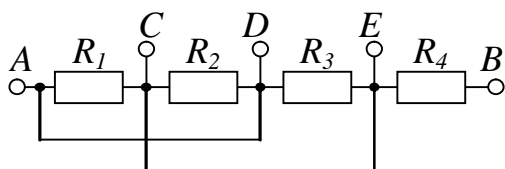

Рис. 1.13
**1.31.** Для електричного кола, поданого на рис. 1.13, визначити опір на ділянках кола  $AB$ ,  $DE$  і  $AE$  у загальному вигляді, якщо  $R_1 = R_2 = R_3 = R_4 = R$ .